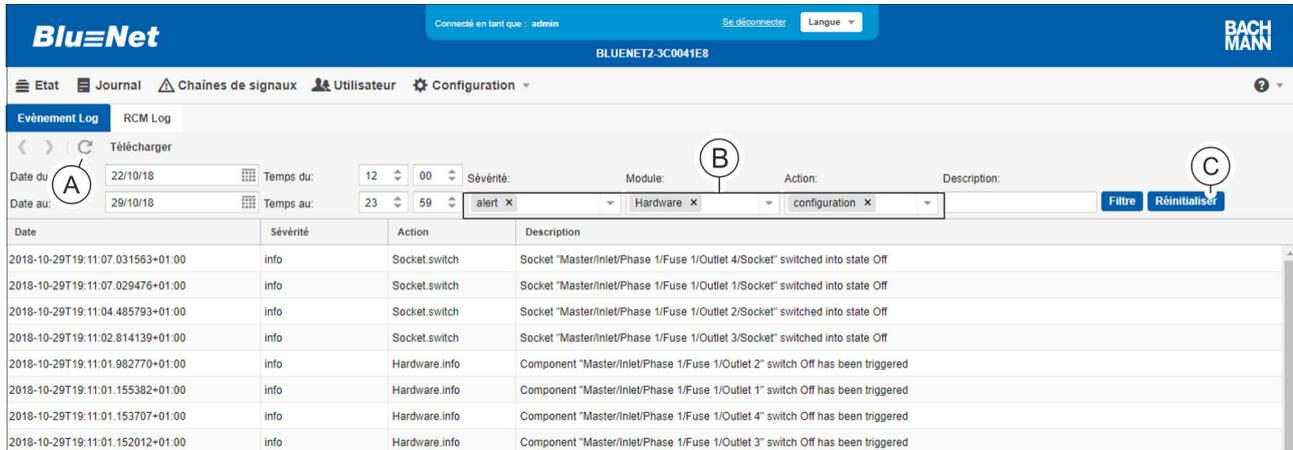

Fig. 123 : Suppression des filtres
1. ➤ Supprimer le filtre en appuyant sur le bouton dans le filtre correspondant (Fig. 123 /ⓑ). Ou bien supprimer tous les filtres en appuyant sur le bouton « Réinitialiser » (Fig. 123 /ⓒ).
2. ➤ Cliquer sur le bouton  (Fig. 123 /ⓐ).